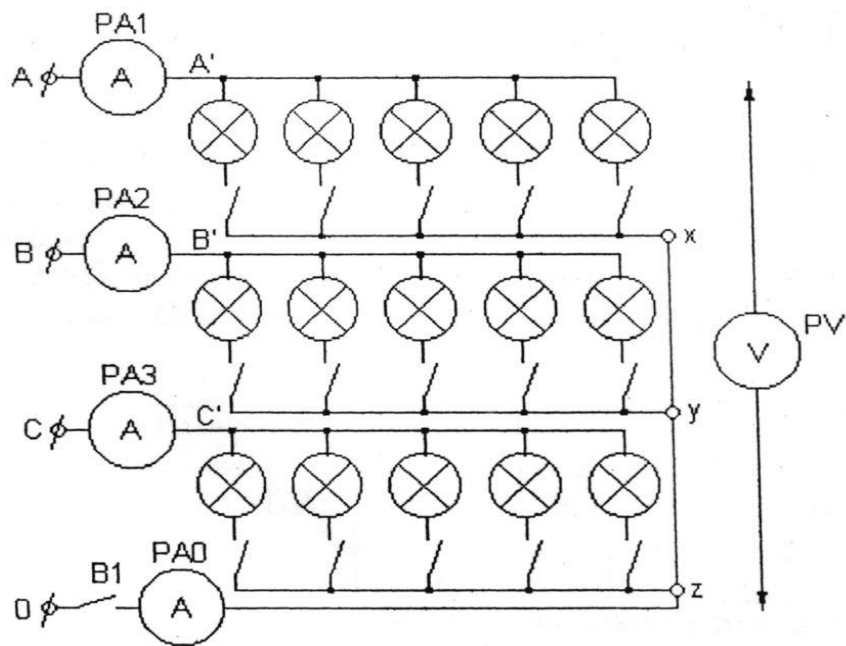

Рис.1
Система трех однофазных цепей, в которых действует ЭДС одной и той же частоты, сдвинутых по фазе на угол 120° , называется трехфазной электрической цепью. Трехфазный потребитель может соединяться по схеме «звезда» (рис. 1), когда концы трех фаз соединяются в одну нулевую точку. При симметричной нагрузке, когда сопротивление фаз одинаково, линейное напряжение U_l больше фазного U_ϕ в $\sqrt{3}$ раз: $U_l = \sqrt{3} \cdot U_\phi$. Ток фазный равен току линейному: $I_\phi = I_l$. Токи каждой фазы одинаковы.
Схема электрическая (рис.1)
- 5.2. Собрать электрическую цепь (рис. 1) и пригласить для проверки преподавателя.